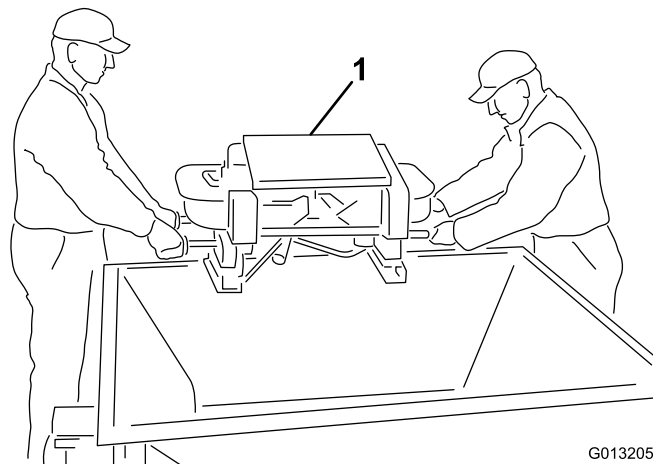

Рисунок 5
4. Для выполнения данной операции требуется два человека. Извлеките двухдисковый разбрасыватель из загрузочного бункера с помощью внешних поручней разбрасывателя. Положите двухдисковый разбрасыватель на землю (Рисунок 5).